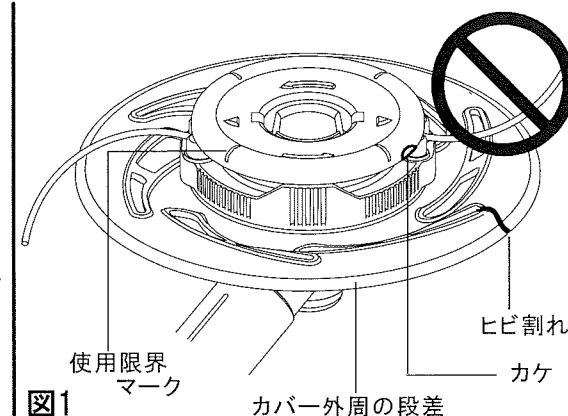

図1
- ①ナイロンカッターによる草刈作業は小石などが飛散します。飛散物から身を守るために
- ②カッター本体の分解・破損・飛散を防止するために
- ラインホルダーの摩耗度合いを点検してください。使用限界マーク若しくはカバー外周の段差が消えたら必ず「新しい部品」と交換してください。(図1)
- カッター本体のカケやヒビ割れを点検してください。カケやヒビ割れのある部品は、必ず「新しい部品」と交換してください。(図1)